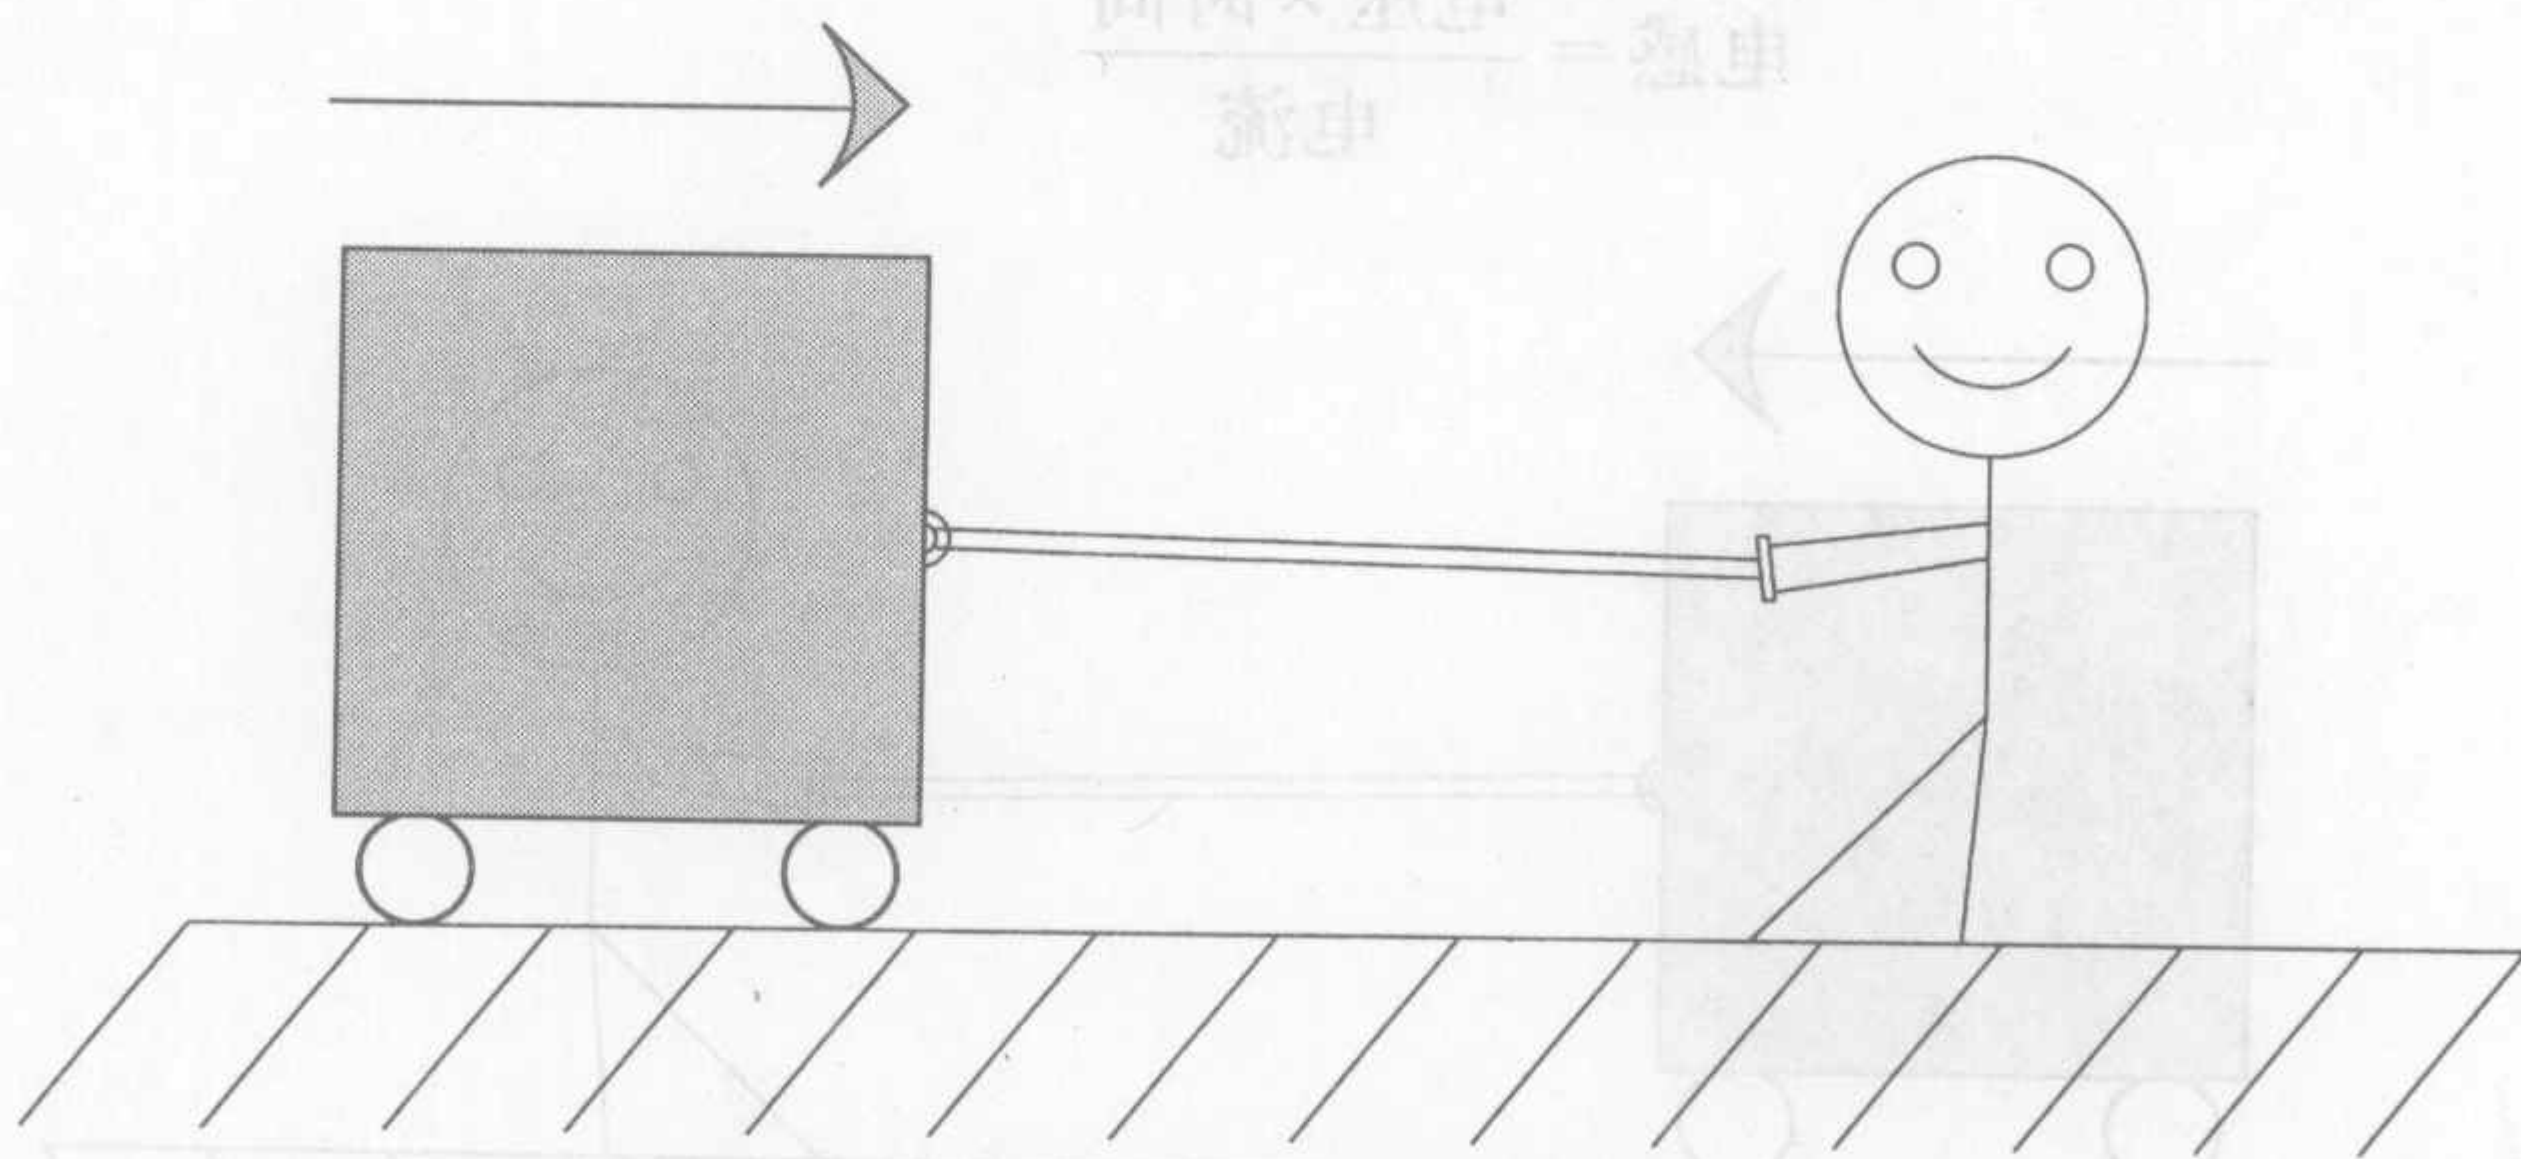

图1-1 阻尼阻碍箱子的移动
考虑一下，在粗糙的地板上拖动一个沉重的箱子时（如图1-1所示），会发生什么呢？系统的阻尼将阻碍箱子的运动。阻尼系数跟箱子的速度有关。移动箱子的速度越快，阻尼系数就越小。可以用下面的方程来表述②